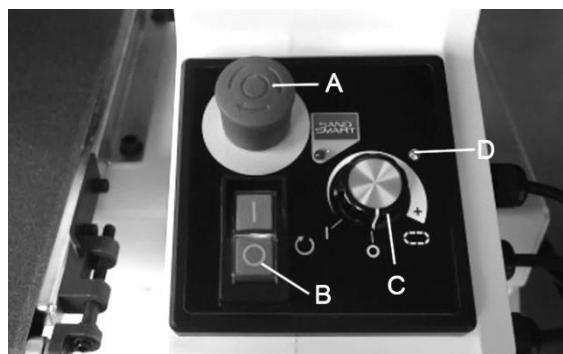

Figure 9-1: Panneau de commande
2. Déverrouillez l'arrêt d'urgence (A, Figure 9-1) en tournant le bouton rouge dans le sens des aiguilles d'une montre ou en tirant vers le haut.
**Remarque : La lampe d'erreur (D) peut clignoter en continu, pour rappeler que le convoyeur n'est pas éteint.**